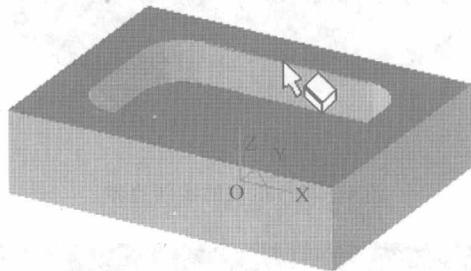

图 1-15 拾取型腔上沿边界线
(1) 单击“真实感显示”图标→单击“相关线”图标→在立即菜单中选取【实体边界】→依次拾取图 1-15 所示的型腔上沿边界线, 结果如图 1-16 所示;
(2) 单击主菜单中【加工(N)]→【定义毛坯(S)]→单击对话框中“参照模型”四个字→单击【参照模型】按钮→单击【确定】按钮, 屏幕上出现以蓝色边框表示的毛坯;